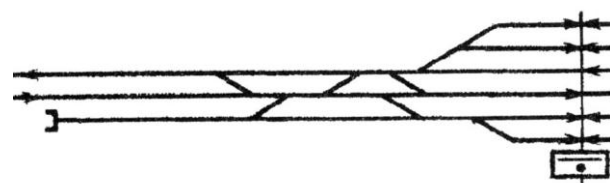

Рисунок 16
- 3 На схематическом плане станции (рисунок 16) произведите: